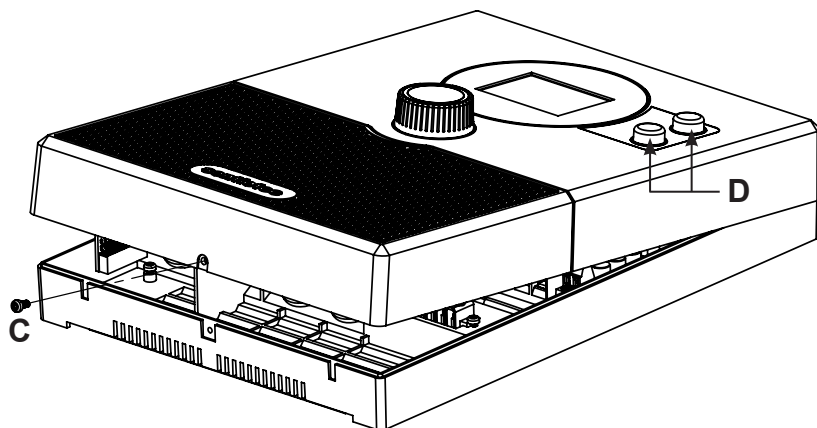

Fig. 2 Rimozione del coperchio dell'alloggiamento
2. Rimuovere con un cacciavite la vite dell'alloggiamento **C** e sollevare il coperchio dell'alloggiamento dal lato inferiore (vedi **Fig. 2**).